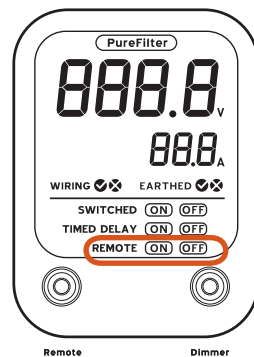

Figure 2b
- Appuyez sur la touche « Remote » à l'avant de la console d'alimentation pour activer la fonction à distance. L'affichage LCD doit afficher « REMOTE ON ». (Fig. 2b)